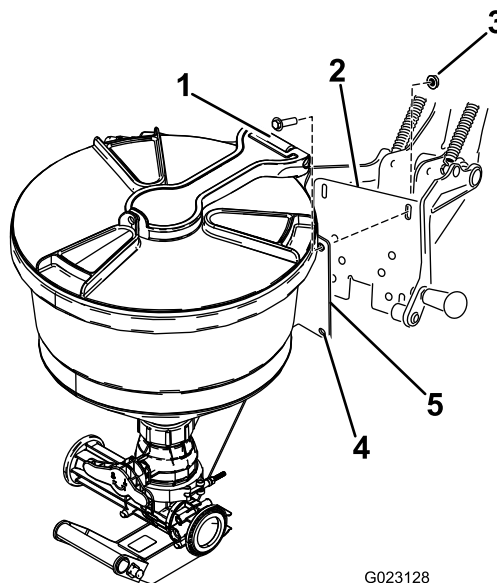

Рисунок 12
1. Совместите отверстия в монтажной пластине эдуктора с проемами в опоре люльки (Рисунок 12).